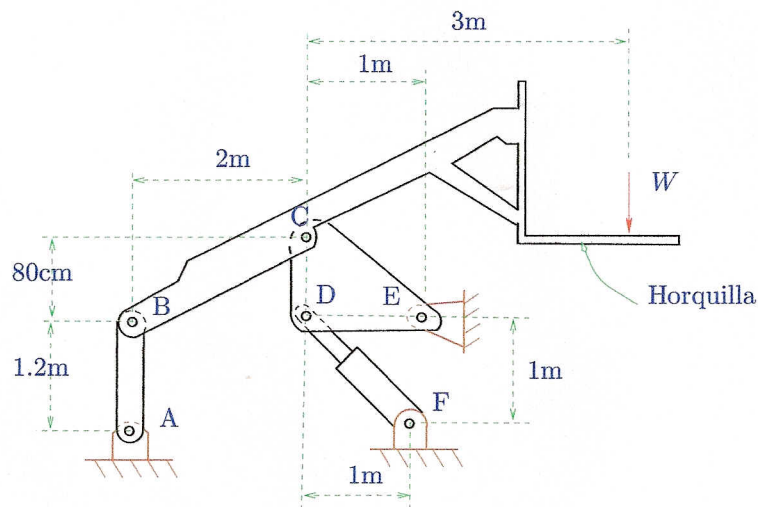

Figura 1: Mecanismo para elevar carga
- En la figura 1 se tiene un mecanismo para elevar carga. La fuerza soportada es de  $W = 10\text{kN}$ . Asumiendo que las distintas barras y componentes de este montacarga tienen un peso despreciable, determine las reacciones sobre el elemento CDE. (20 puntos)